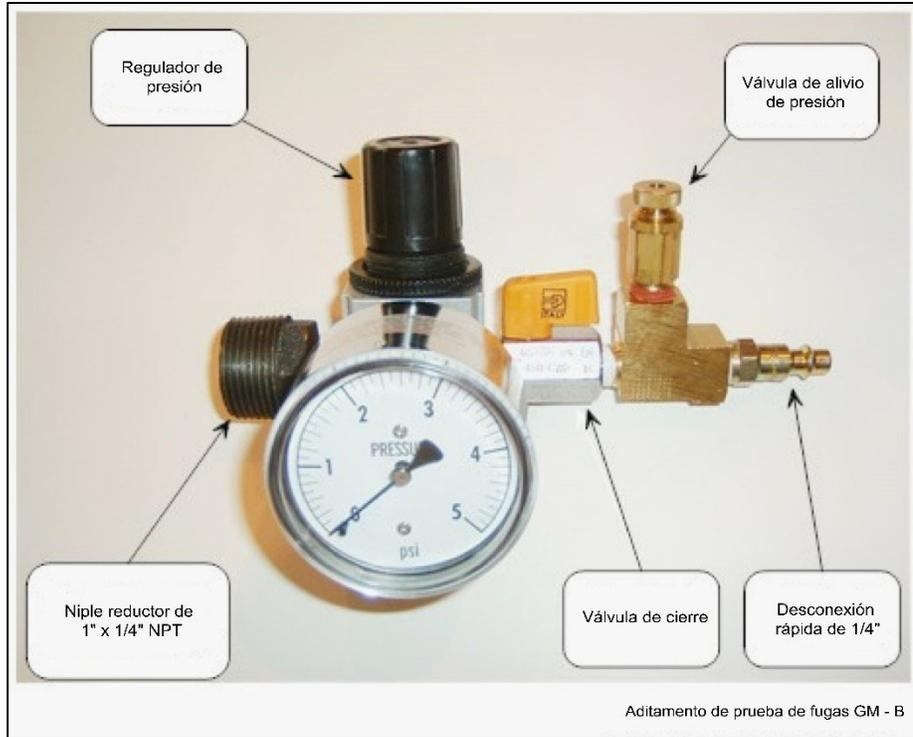

Figura 9-42: Dispositivo para revisión de fugas
5. Se requiere un dispositivo para pruebas de fugas para llevar a cabo la prueba de fugas. **Vea la figura 9-42.**